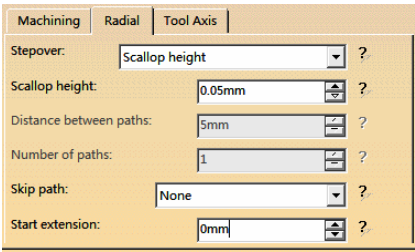

图 5-20 “Radial” 选项卡（1）
- 在“Radial”选项卡（1）的“Stepover”下拉列表中选择“scallop height”，在“Scallop height”文本框中输入“0.05mm”，如图 5-20 所示。